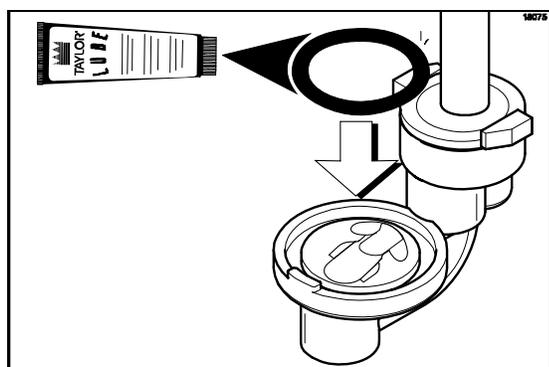

図94
9. 1-5/16インチのリングにループを塗り、バルブ本体に取り付けます(図94を参照)。